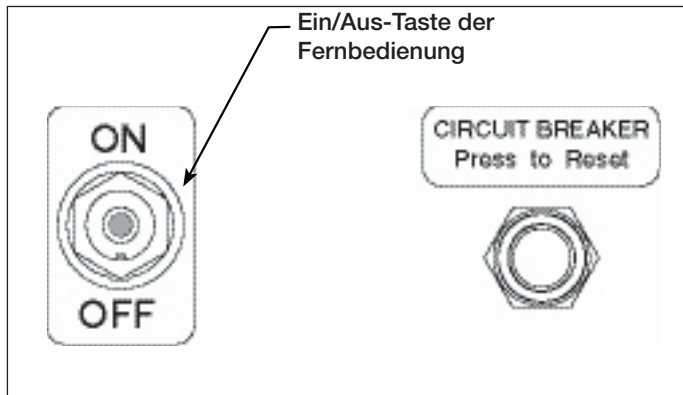

Abb. 6, Pumpenbedienfeld
5.1 Ein/Aus-Schalter der Pumpe (siehe Abb. 6)
4. Schließen Sie das Gerät an den Strom an. Stellen Sie den Ein/Aus-Schalter der Pumpe auf EIN. Siehe Abb. 6